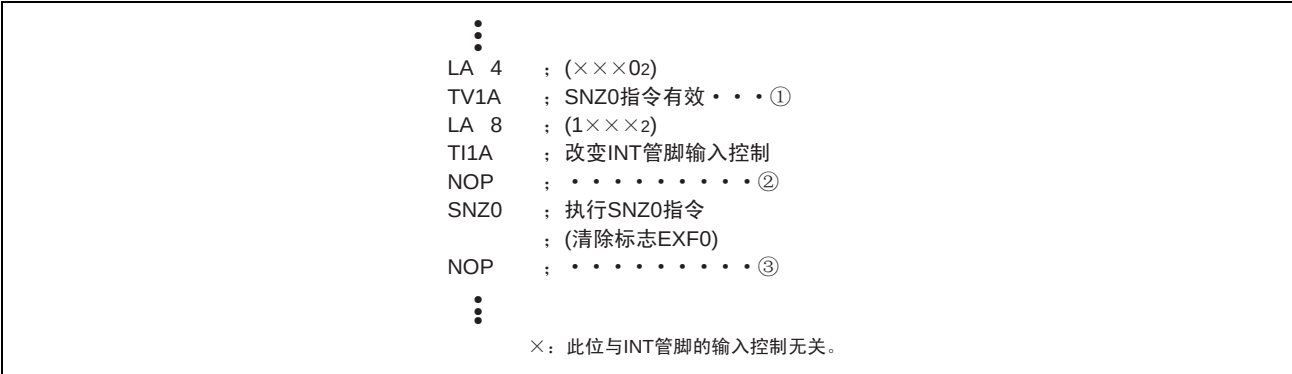

图 DD-6 外部 0 中断程序例子 1
(3) 注意事项
①有关寄存器I1的位3的注意1
- 在改变寄存器I1的位3的内容时，根据Ds/INT管脚的输入状态，外部0中断请求标志（EXF0）有可能被置“1”。为了防止产生预料外的中断，必须在将中断控制寄存器V1的位0清“0”（图DD-6①）后，改变寄存器I1的位3的内容。而且，必须在间隔一条以上的指令后（图DD-6②）执行SNZ0指令，将标志EXF0清“0”。另外，考虑到由SNZ0指令引起发生跳越的情况，必须在SNZ0指令之后插入NOP指令（图DD-6③）。